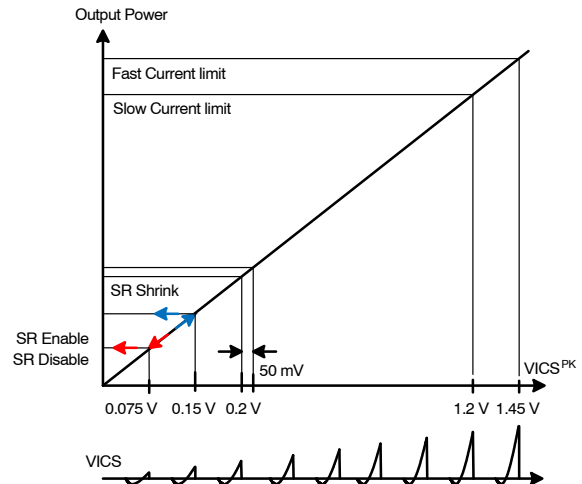
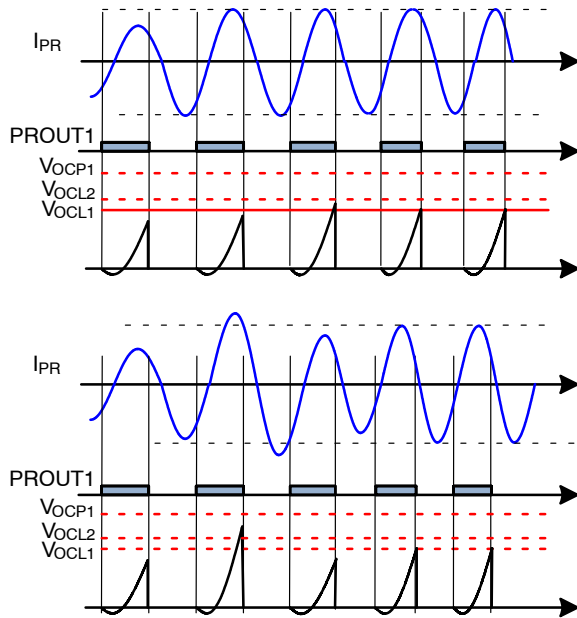
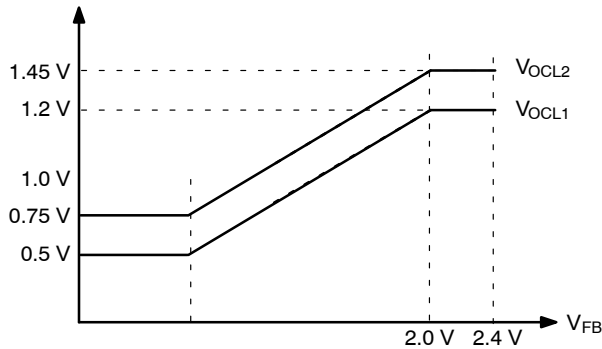

图 63. 与  $V_{ICS}$  峰值电压有关的功能
图 64. 通过频率偏移 (补偿截止) 的 ICS 引脚限流
图 65. 限流阈值调制与反馈电压的函数关系
由于电流感测电压 ( $V_{ICS}$ ) 积分的峰值与 LLC 谐振转换器的平均输入电流成比例关系，其峰值可用于四个主要功能，如图 63 所示。
3. **过流限制：** $V_{ICS}$  峰值还用于输入限流。如图 63 所示，存在两种不同的限流 (快速和缓慢)。在轻度过载条件下，当  $V_{ICS}$  峰值增加到缓慢限流电平 ( $V_{OCL1}$ ) 以上时，内部反馈补偿电压将缓慢降低以限制输入功率。此情况将一直持续，直到  $V_{ICS}$  峰值降至  $V_{OCL1}$  以下。在较为严重的过载条件下， $V_{ICS}$  峰值将超过快速限流阈值 ( $V_{OCL2}$ ) 且内部反馈补偿电压将快速降低以限制输入功率，如图 64 所示。此情况将一直持续，直到  $V_{ICS}$  峰值降至  $V_{OCL2}$  以下。 $V_{ICS}$  值的限流阈值还会随着电压感测信号 ( $V_{FB}$ ) 的减弱而改变，以便在过载条件下限制输出电流，如图 65 所示。当转换器在深低于谐振操作下运行较长的保持时间 (请参考保持时间升压功能) 时，这些限制阈值将变为较高的值 ( $V_{OCL1.BR}$  和  $V_{OCL2.BR}$ )。